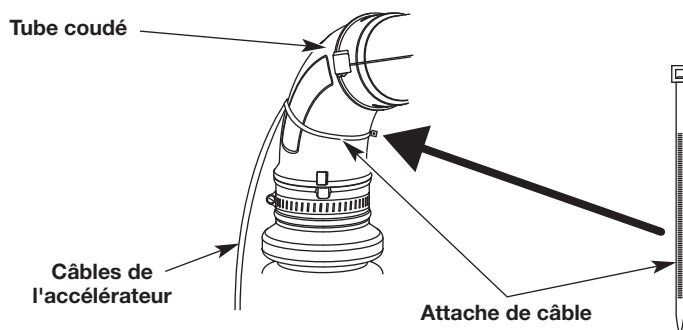

Fig. 5
1. Enroulez une attache pour câble autour du tube coudé et des câbles de l'accélérateur (Fig. 5).